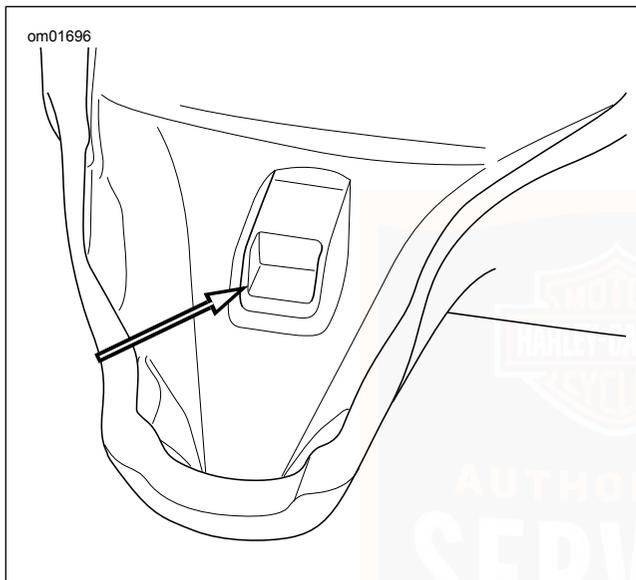

Abbildung 105. Sitzbefestigungsschlitz
1. Siehe Abbildung 105. Die Sitzvorderseite fest nach unten und nach vorne drücken, bis der Schlitz in die Zunge eingreift.
1. Siehe Abbildung 105. Den Sitz auf den Rahmenrücken legen.